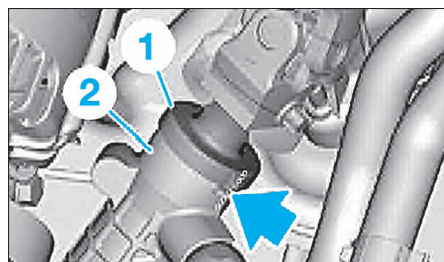

FIG. 2
- Placer la direction en position de ligne droite d'après les repères sur le flasque (1) et le boîtier de crémaillère (2) (Fig.2).